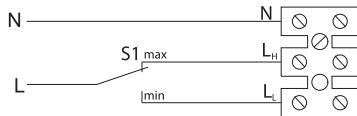

Fig. 3
- Wentylator należy podłączyć do prądu zgodnie ze schematem, Fig. 3.
- Może on zostać podłączony z możliwością pracy w dwóch różnych prędkościach, Fig. 3. LH oznacza prędkość maksymalną, LL oznacza prędkość minimalną. Istnieje możliwość podłączenia osobnego przełącznika wyboru prędkości. Na Fig. 3 oznaczony jest on jako S1.